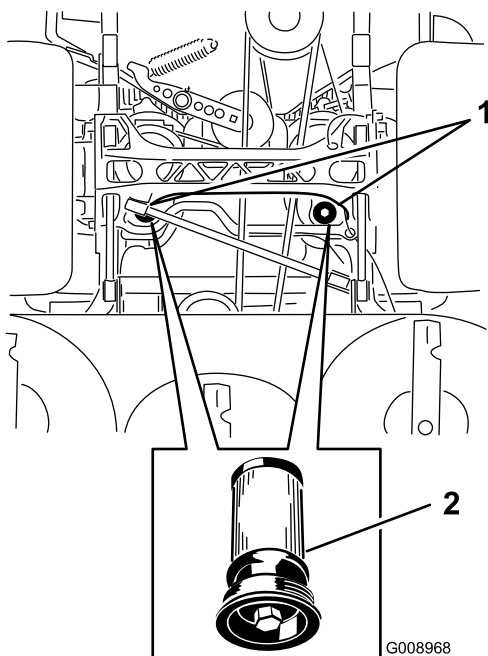

Figura 103
5. Coloque un recipiente debajo del filtro, retire el filtro usado y limpie la superficie (Figura 103).
6. Aplique una capa fina de fluido hidráulico a la junta de goma del filtro nuevo (Figura 103).